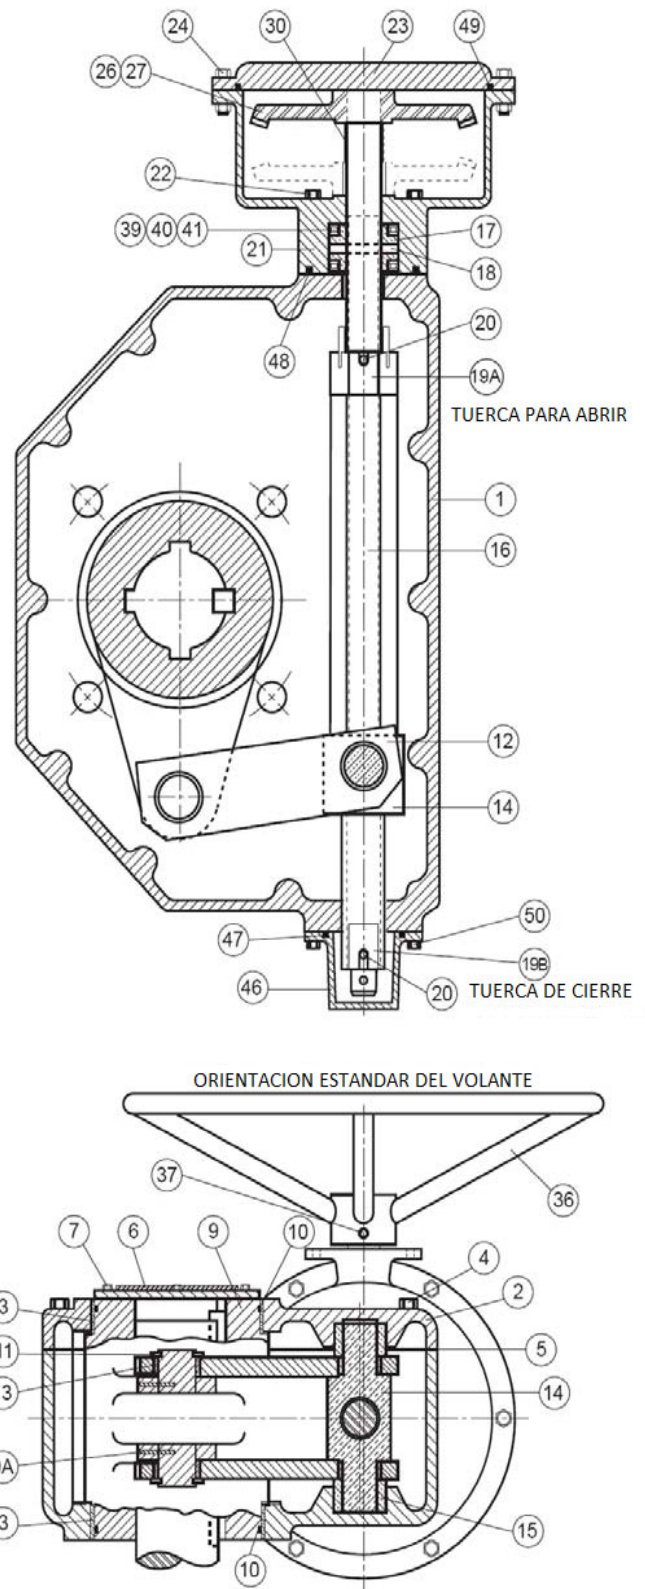

FIGURA 9.
MANTENIMIENTO DE ACTUADOR CON TUERCA DESLIZANTE: Un actuador típico con tuerca deslizante se muestra en la Figura 9 y consiste en una tuerca roscada (12) que viaja de ida y vuelta en un vástago roscado (14). El vástago se lubrica con grasa EP2 en un bastidor de fundición de hierro (1). La tuerca, a su vez, acciona una palanca ranurada (4) a través de 90 grados de viaje. La palanca (4) acciona el eje de la válvula con una chaveta cuadrada. La rotación del eje se muestra por el indicador de la parte superior (19). Las posiciones completamente abiertas y cerradas son controladas por las tuercas de tope (6). Las tuercas de parada pueden ser ajustadas golpeando el pasador (7) con un botador y girando la tuerca del tope $\frac{1}{2}$ de vuelta. La caja de engranajes se lubrica y se sella en la fábrica. No se requiere un mantenimiento regular. Si la operación se observa difícil, la tapa se puede quitar y la unidad puede ser inspeccionada por el desgaste. Todas las partes móviles deben ser recubiertas con grasa. La grasa debe tener una consistencia homogénea y suave. Si es necesario, cubra todas las partes móviles con una grasa EP-2, tales como la Mobil Mobilux EP2. Para unidades de uso bajo tierra, las mismas deben empaquetarse con 90% de grasa.